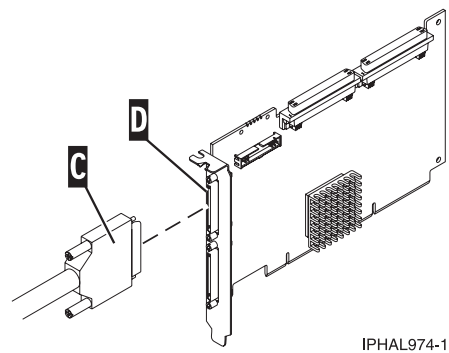

Figure 24. Câble SCSI relié à une carte SCSI
Connectez l'autre extrémité du câble SCSI (C) à la carte SCSI (D) sur le serveur. Pour plus d'informations, voir figure 24.